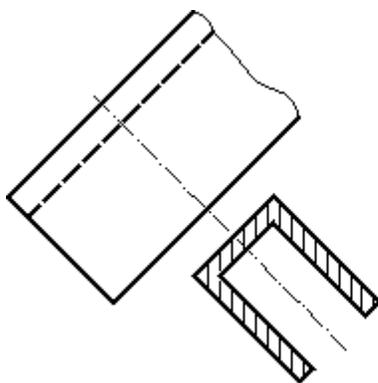

FIGURA 3
- 2) **Secciones abatidas con desplazamiento.** Se representarán delimitadas por una línea gruesa. La sección desplazada puede colocarse en la posición de proyección normal, cerca de la pieza y unida a esta mediante una línea fina de trazo y punto (figura 3), o bien desplazada a una posición cualquiera, en este caso se indicará el plano de corte y el nombre de la sección (figura 4).